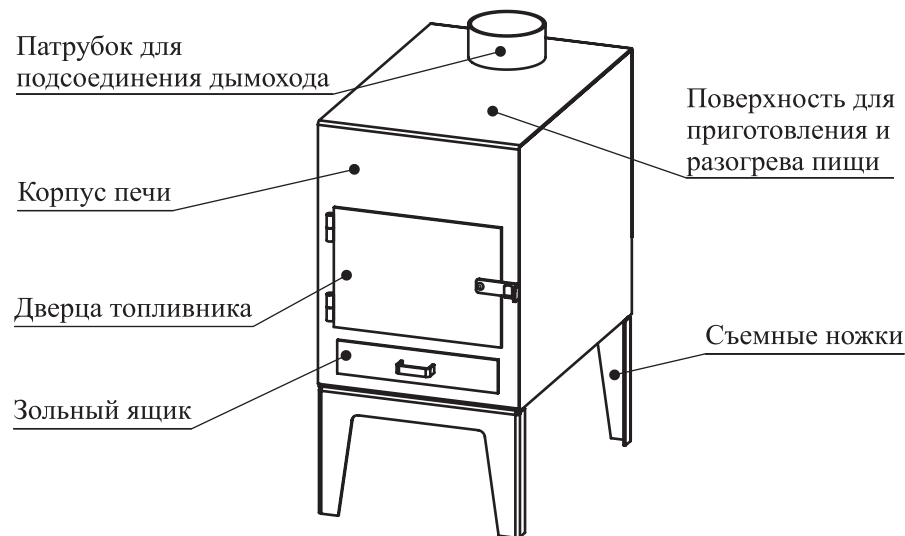

Рис. 1. Конструкция печи “Гном”
*Изображение печей, представленное на Рис. 1, Рис 2 является схематичным и может отличаться от реального вида печей.